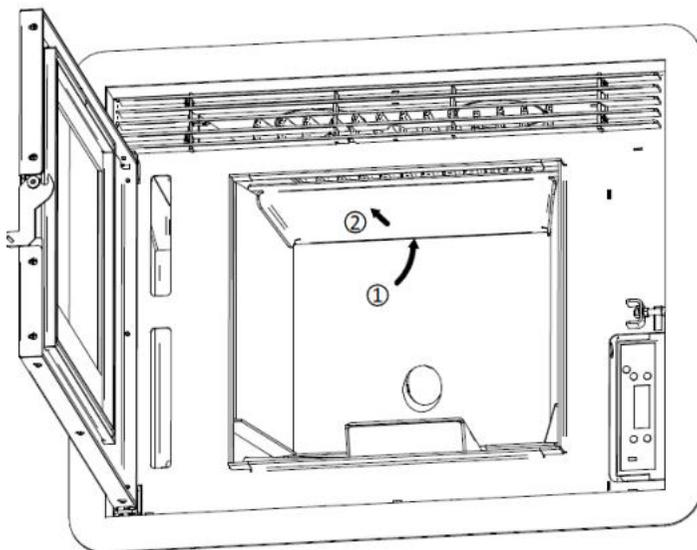

Figura 46 – Remoção da chapa defletora
- Uma vez removidas as chapas inferiores é possível remover as chapas superiores empurrando a chapa no ponto A descrito anteriormente na figura 46.